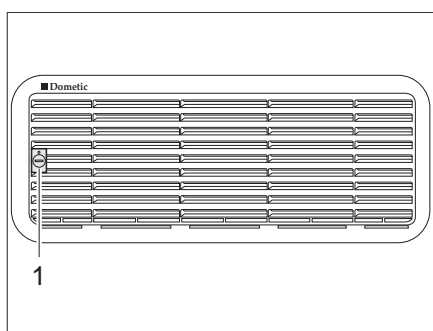
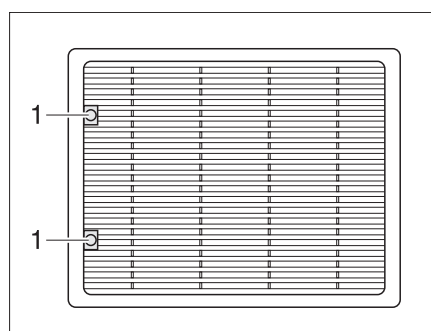

Bild 221 Kylskåpets ventilationsgaller (Dometic litet)
Bild 222 Kylskåpets ventilationsgaller (Dometic stort)
- Ta av: ■ Vrid skruven (Bild 221,1 resp. Bild 222,1) ett kvarts varv med hjälp av ett mynt.